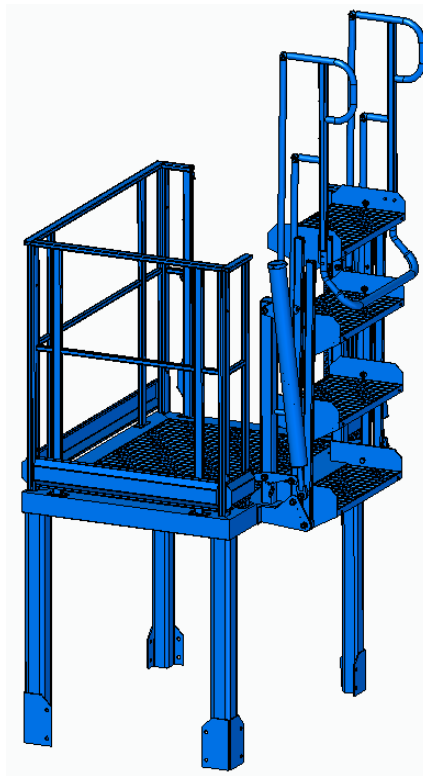

Рисунок 3
8.2.2 Установить площадку обслуживания на заранее подготовленный фундамент с анкерными болтами (см. рисунок 3а). Строповку площадки обслуживания допускается выполнить на удавку. Схема строповки приведена на рисунке 3.
Рисунок 3а
Рисунок 3б